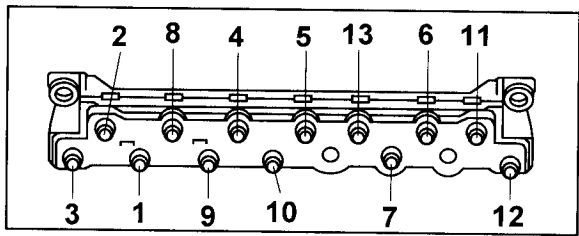

图 9-3-13 真空阀总成(连接说明见表 9-3-2)
2. 拆开灰色真空管接头 7(见图 9-3-13),并用塞子塞住进气歧管。连接测试仪,检查是否真空泄漏。